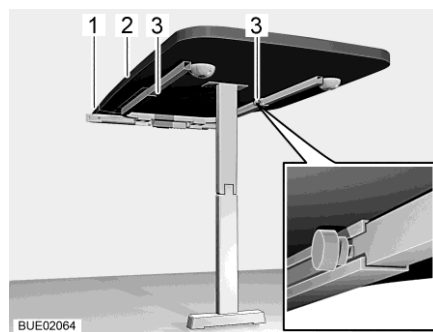

Bild 135 Hängbord med ledat stödben
- Lossa på två räfflade skruvar (Bild 135,3).
- Lyft upp bordsskivan (Bild 135,2) något fram till och drag ut den till stoppläget. Bordsförlängningen är nu helt utdragen.
- Lägg in förlängningsplattan (Bild 135,1) i bordsförlängningen.
- Lyft upp bordsskivan (Bild 135,2) något framtill och drag ut den.
- Ta ut förlängningsplattan (Bild 135,1) och lägg den på säker plats.